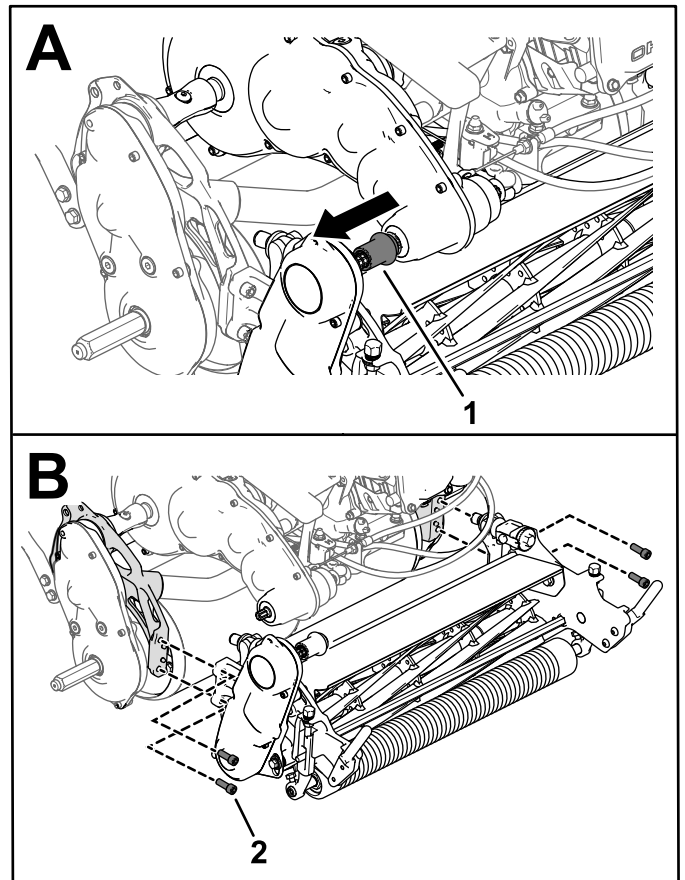

Figura 51
3. Desconecte el acoplamiento de tracción de la unidad de corte del árbol de la transmisión (Figura 51).
4. Retire los tornillos allen que sujetan la unidad de corte al bastidor (Figura 51).